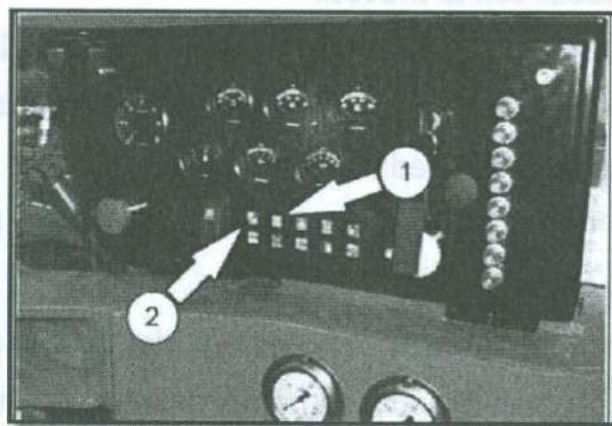

Figura 26. Indicadores del freno de servicio (1) y del freno de estacionamiento (2).
- La máquina no debe moverse y los indicadores luminosos del freno de servicio (1) y el freno de estacionamiento (2) deben iluminarse (Ver figura 26).